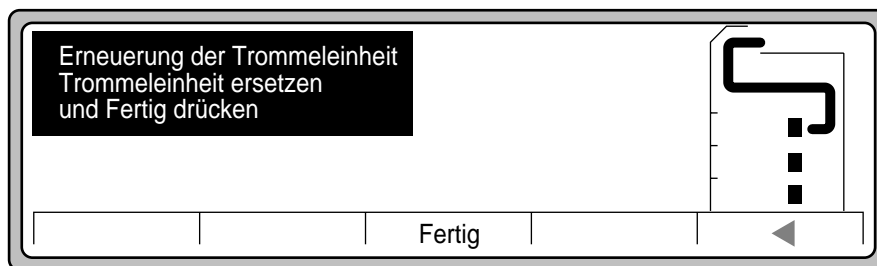

Abbildung 4-22 Austauschen der Trommel
6. Drücken Sie die Taste ►, um Anleitungen zur Trommel anzuzeigen (siehe Abbildung 4-22).